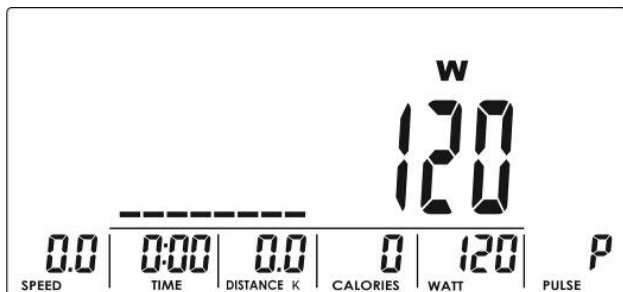

Abbildung 15
- (1) Wählen Sie ein Trainingsprogramm mit den UP oder DOWN Tasten. Wählen Sie W und bestätigen Sie mit MODE / ENTER.
- (2) Geben Sie das Ziel-Wattwert (Vorgabewert: 120, Abb. 15) mit den UP oder DOWN Tasten ein.
- (3) Geben Sie die Trainingszeit mit den UP oder DOWN Tasten ein.
- (4) Drücken Sie START / STOP, um das Training zu starten. Während des Trainings passt das System die Widerstandsstufe je nach Trittgeschwindigkeit automatisch an, um die Widerstandsleistung (Watt) konstant zu halten. Den Ziel-Wattwert können Sie mit UP/DOWN während des Trainings ändern.
- (5) Drücken Sie START / STOP, um das Training zu unterbrechen. Drücken Sie RESET, um zum Hauptmenü zurück zu gelangen.